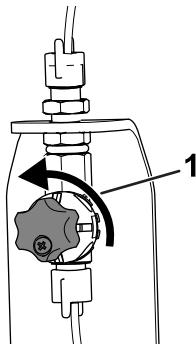

图 23
5. 初次操作时将泡沫浓稠度调节阀逆时针打开 $1/8$ 至 $1/4$ 圈 图 23。